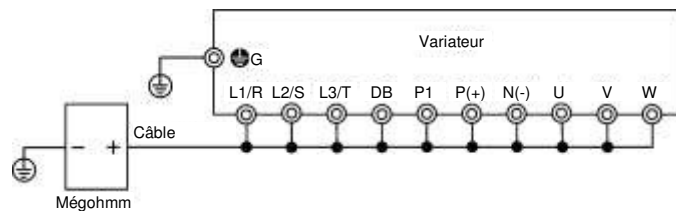

Figure 7.2 Raccordement des bornes du circuit principal pour l'essai sur mégohmmètre
- 3) Raccordez les bornes du circuit principal avec un câble commun, comme indiqué sur la figure 7.2.